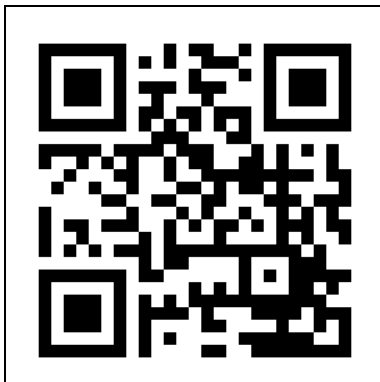

Figure 19
1. Ouvrez le manuel de l'application Eurom Smart avec le code QR (figure 19) ou allez sur www.eurom.nl/nl/manuals.